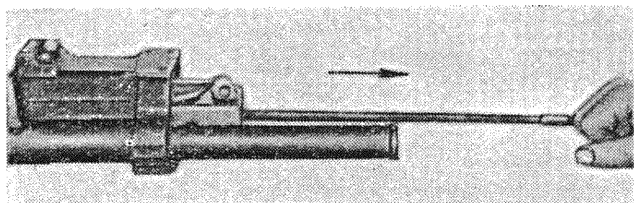

Рис. 58
6. Ввернуть ручку перезарядки в резьбовое отверстие в заднем торце ползуна и отвести подвижные части в крайнее заднее положение до отказа (рис. 58).